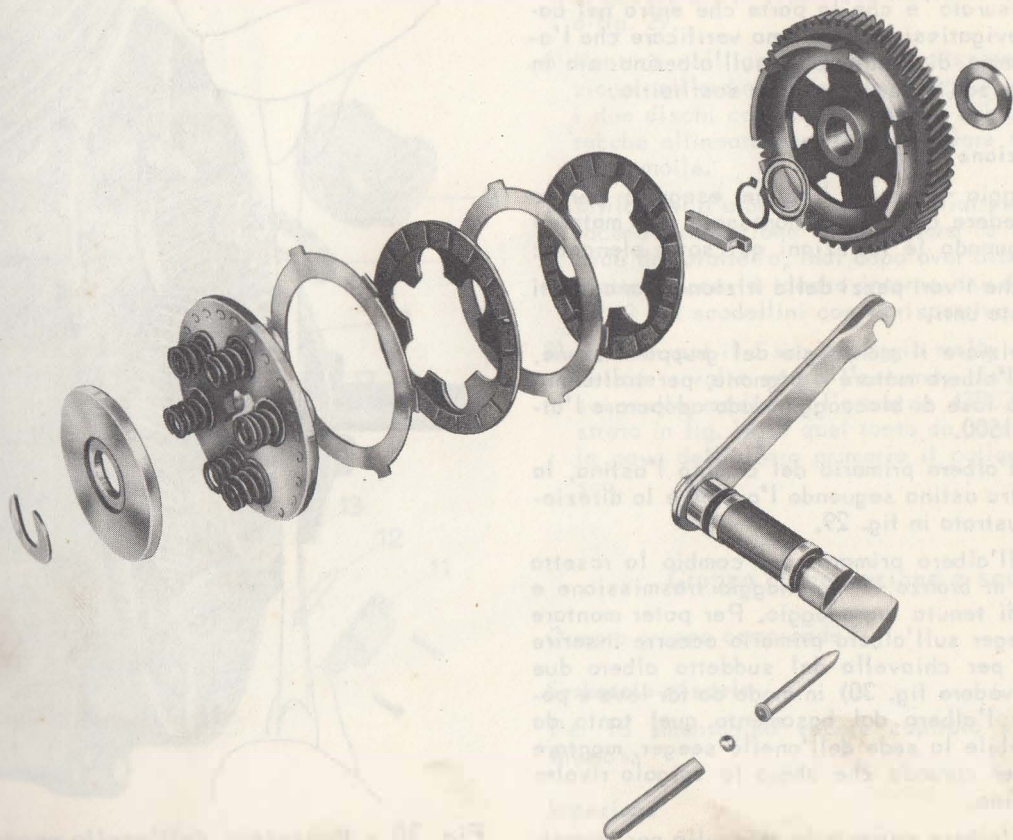

Fig. 29 - Gruppo frizione in ordine di montaggio
Per il montaggio invertire l'ordine eseguito per lo smontaggio (vedere capitolo «Smontaggio del motore» e fig. 29), seguendo le istruzioni qui sotto elencate:
- 3) Infilare nell'albero primario del cambio l'astina, la sfera e l'altra astina seguendo l'ordine e la direzione come illustrato in fig. 29.
di questa sia rivolta verso l'esterno come dimostrato a fig. 29.
- 6) Montare nell'ingranaggio trasmissione i dischi frizione nell'ordine illustrato in fig. 29 osservando che i due dischi con tacche interne abbiano le suddette tacche allineate per potervi infilare i sei scodellini porta molle.